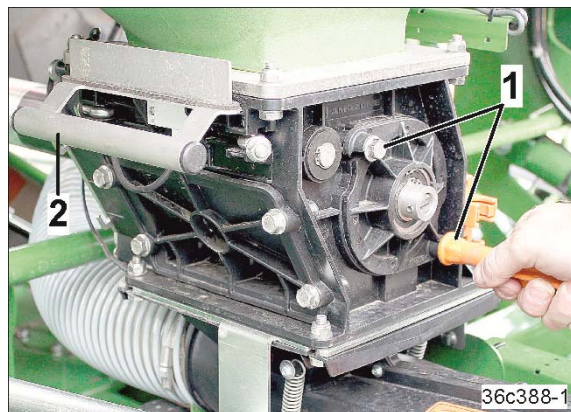

Рис. 208
- 4.1 Закройте крышку корпуса и закрепите 2 винтами (Рис. 208/1). Не вставляйте дозирующую катушку в дозатор.
- 4.2 Медленно извлеките заслонку (Рис. 208/2) из дозатора.